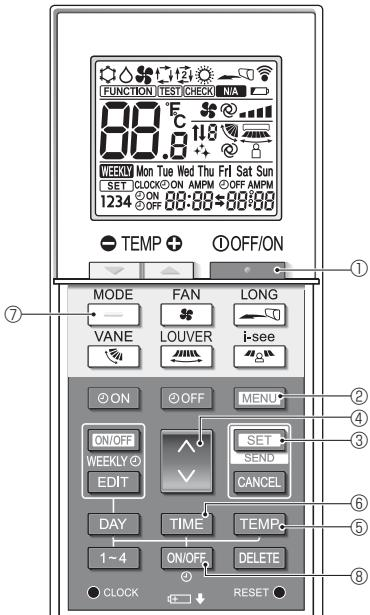

Fig. 4-10
- Tryck på knappen **MENU** Ⓜ. Skärmen för funktionsinställning visas och funktionsnummer Ⓠ blinkar. (Fig. 4-10)
- Tryck på knappen **SET** Ⓝ. • Funktionsnummer Ⓠ blinkar. (Fig. 4-10)